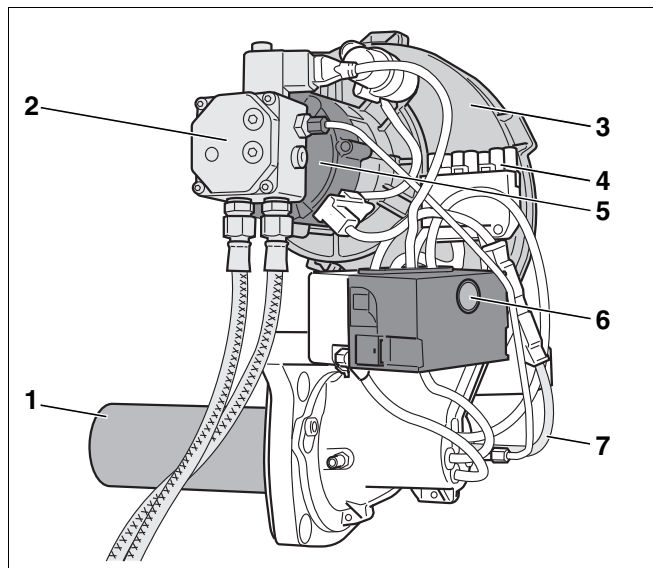
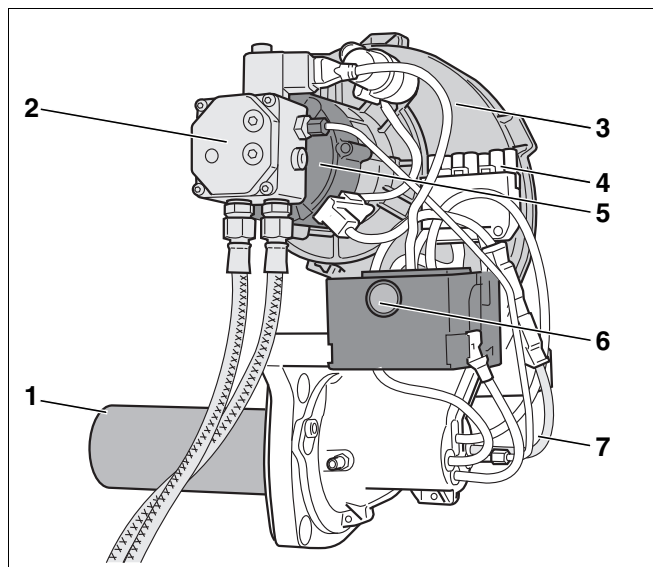

Рис. 1 Горелка Logatop BE 1
Рис. 2 Горелка Logatop BE 2
- труба горелки (Рис. 1 и Рис. 2, **поз. 1**)
- топливный насос с электромагнитным клапаном и шлангами для дизтоплива (Рис. 1 и Рис. 2, **поз. 2**)
- корпус горелки (Рис. 1 и Рис. 2, **поз. 3**)
- подключение горелки для семиполюсного штекера (Рис. 1 и Рис. 2, **поз. 4**)
- мотор горелки (Рис. 1 и Рис. 2, **поз. 5**)
- дизельный автомат горения с кнопкой подавления помех (Рис. 1 и Рис. 2, **поз. 6**)
- датчик пламени (Рис. 1 и Рис. 2, **поз. 7**)
Горелка (Рис. 1 или Рис. 2) соединена с системой управления через штекерное соединение (семиполюсный штекер).
**Экспликация к рис. 1 и рис. 2:**